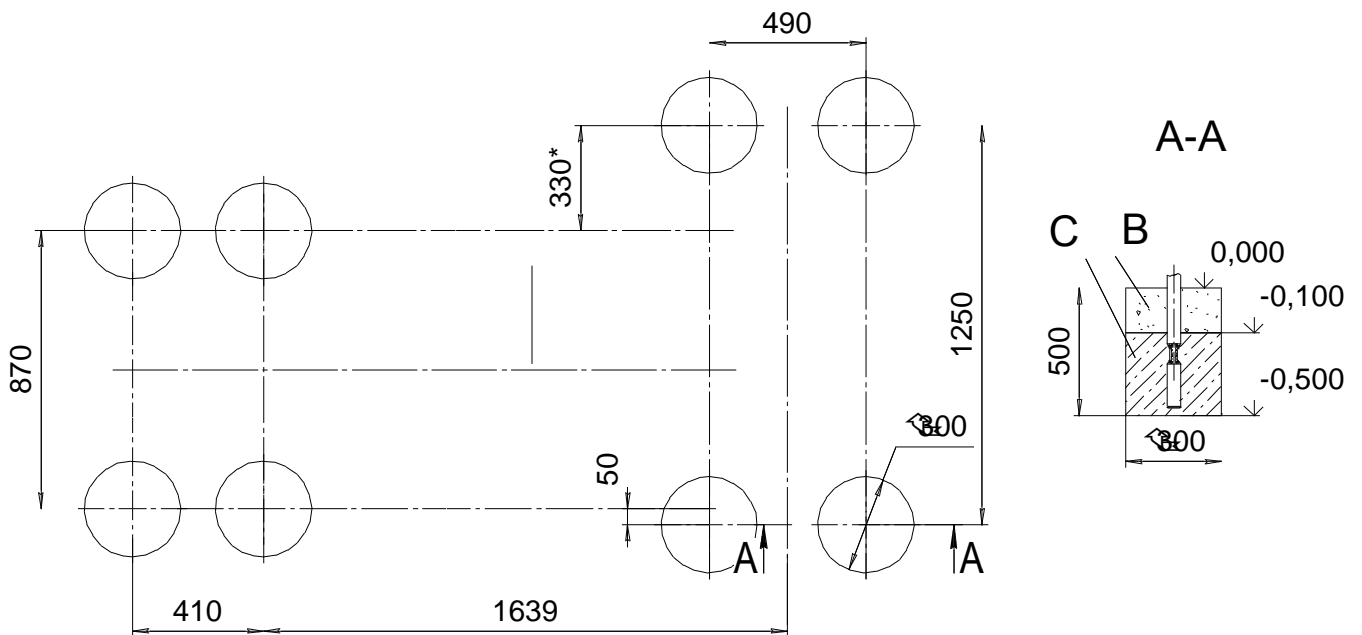

Рис.10
10.3.9 Установить КОМПЛЕКС в подготовленные ямы. Проверить вертикальность установки лестниц и горизонтальность площадки, используя отвес и уровень. Выставить КОМПЛЕКС по высоте площадки по Рис. 1. Забетонировать (бетон В15;  $V=0,23 \text{ м}^3$ ) согласно схеме (Рис.10). С – бетон, В – песок.